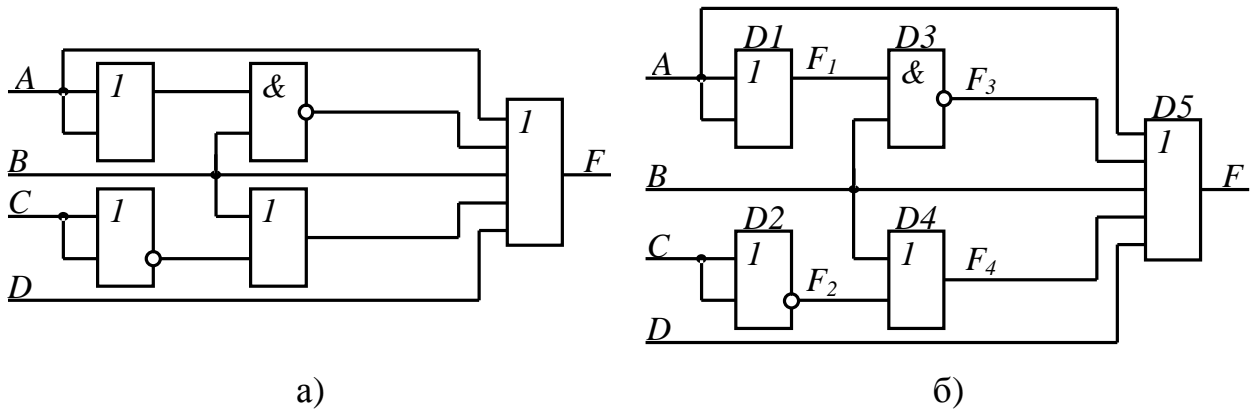

Рис. 13.4
**Розв'язок.** На схемі, поданій на рис. 13.4, а використовуються п'ять логічних елементів. Пронумеруємо їх (рис. 13.4, б) і для кожного складемо рівняння, яке вони виконують:
Таблиця відповідності для схеми, наведеної на рис. 13.4, а